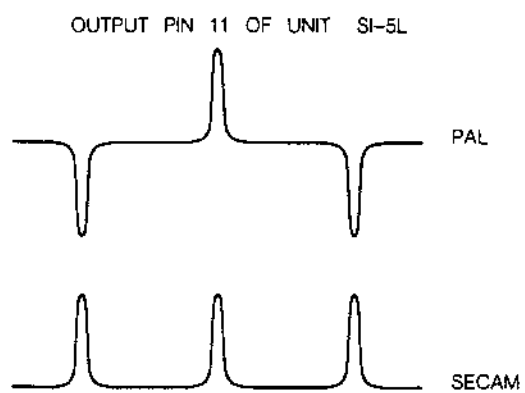

Fig. 2
- Signalamplitude für den Rasterimpuls mit 3505 auf Minimum regeln; siehe Fig. 2.